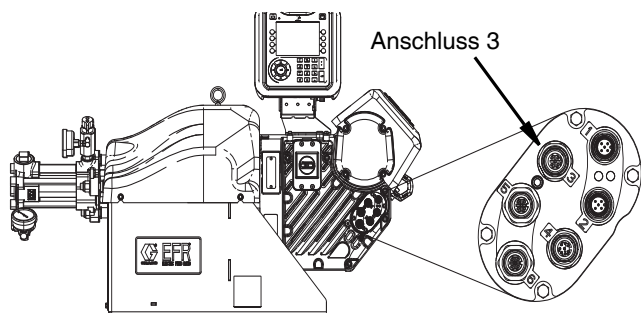

ABB. 7
4. Stecker von Anschluss 3 am EFR-Antrieb abziehen. Siehe ABB. 7 Seite 15.